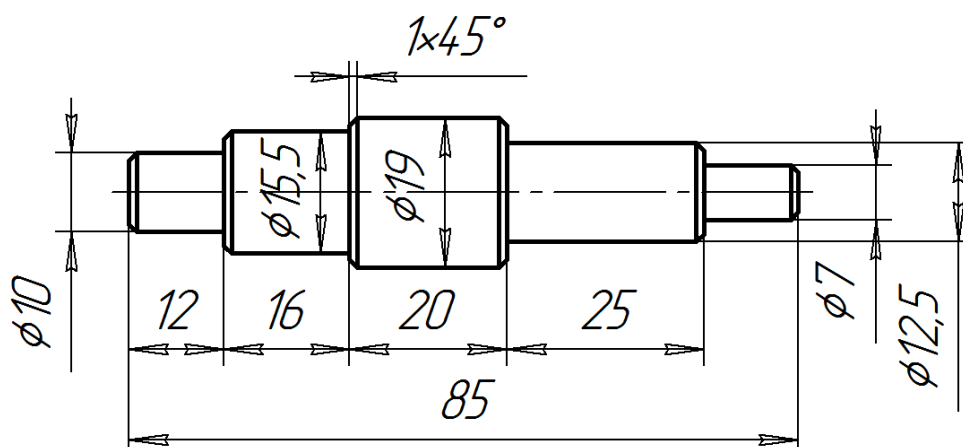

Рис. 1. Чертеж вала ступенчатого
2. Предельные отклонения размеров не должны превышать: по длине $\pm 0,5$ мм, по диаметрам $\pm 0,1$ мм (рис. 1).